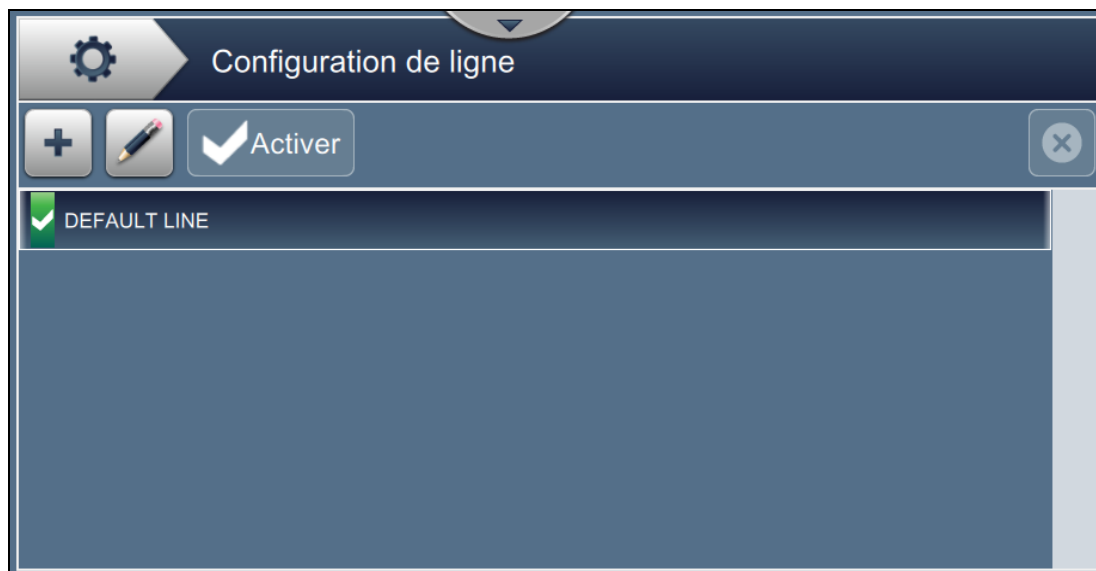

Figure 6-27 : Écran Configuration de ligne
2. Appuyez sur le bouton  dans l'écran Configuration de ligne pour créer une nouvelle configuration de ligne comme illustré dans la Figure 6-27. L'écran Nom de configuration de ligne s'affiche avec un pavé tactile.